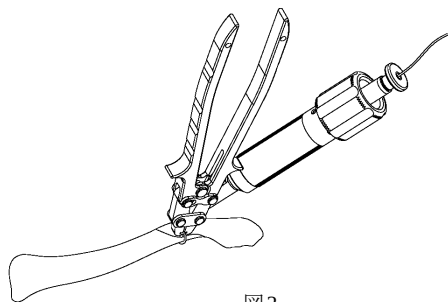

図3
- 3) クリンパー・S・2穴を使用し、クリンパーのストッパーまで確実に握り、締結器を圧着します。(図3)